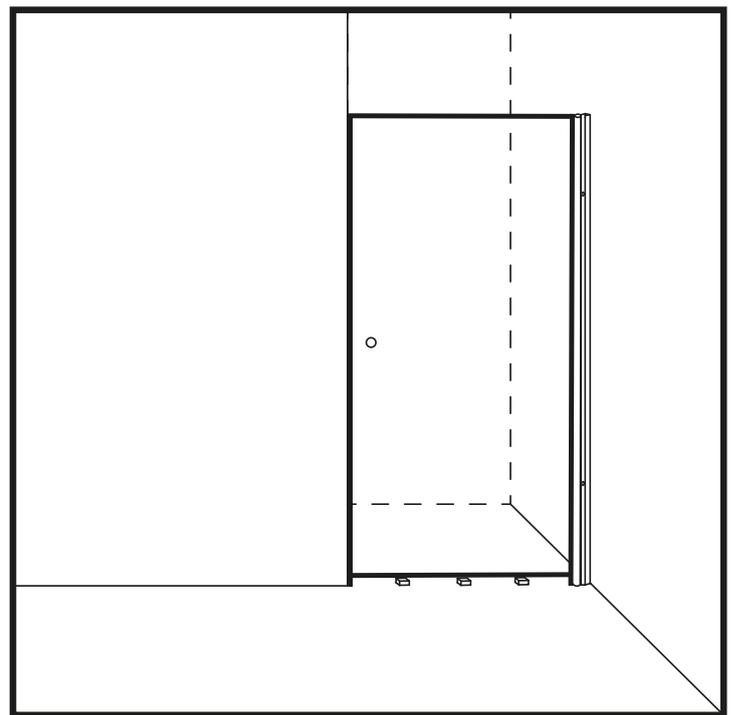

Abbildung 4
8. Legen Sie Holzblöcke (max. Dicke 1 cm) auf den Boden, wo Sie das Türglas, in dem bereits ein Monoscharnier vom Hersteller installiert ist, aus der Verpackung abstützen können. (Abbildung 4)